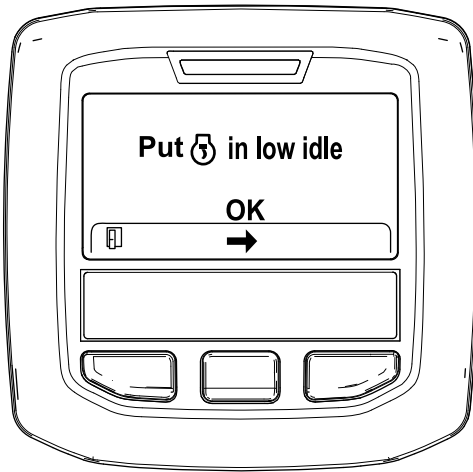

Figure 41
6. Placez la commande d'accélérateur en position de RALENTI et appuyez sur le bouton central (Figure 41).